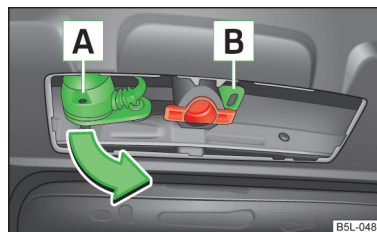

Fig. 133
- Prima di effettuare il collegamento del veicolo con il rimorchio, orientare la presa da 13 poli **A** » fig. 133 in direzione della freccia.
- Orientare di nuovo la presa da 13 poli **A** » fig. 133 nel senso contrario a quello della freccia.
L'occhiello di fissaggio **B** » fig. 133 serve a collegare il cavo a strappo del rimorchio.